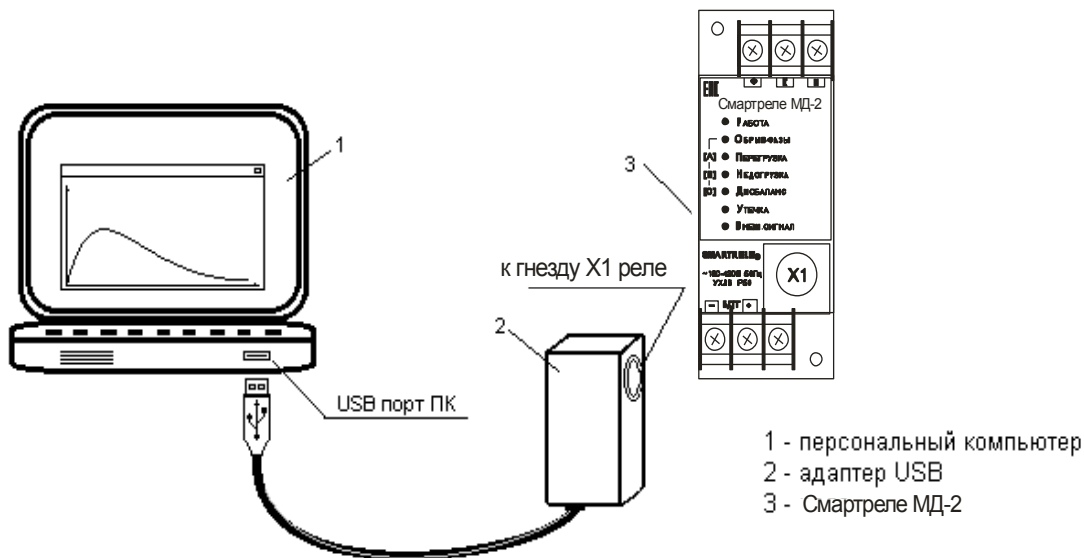
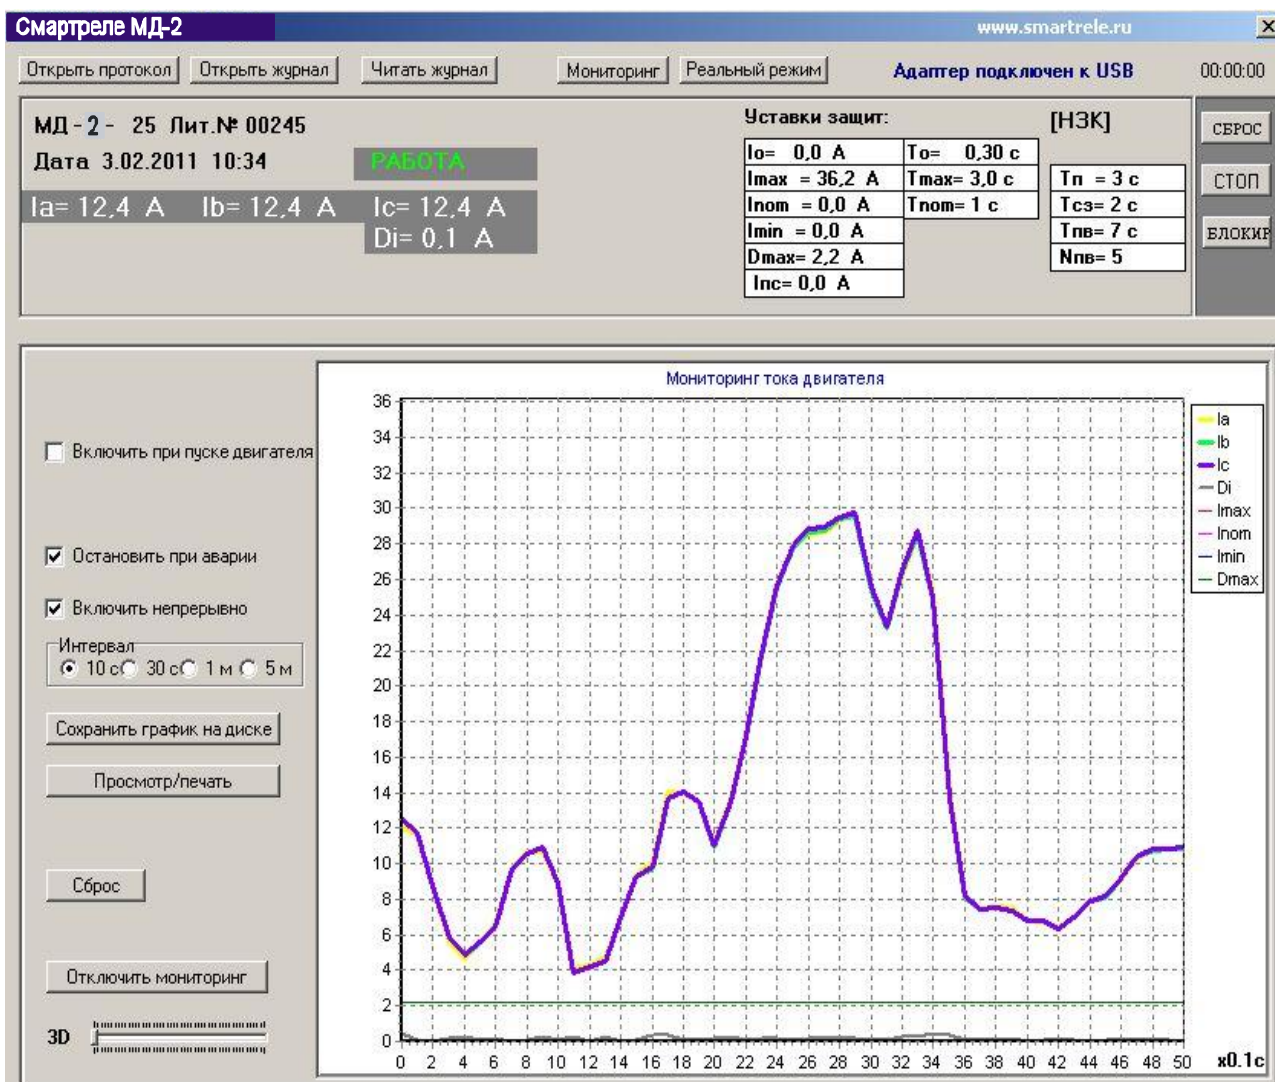
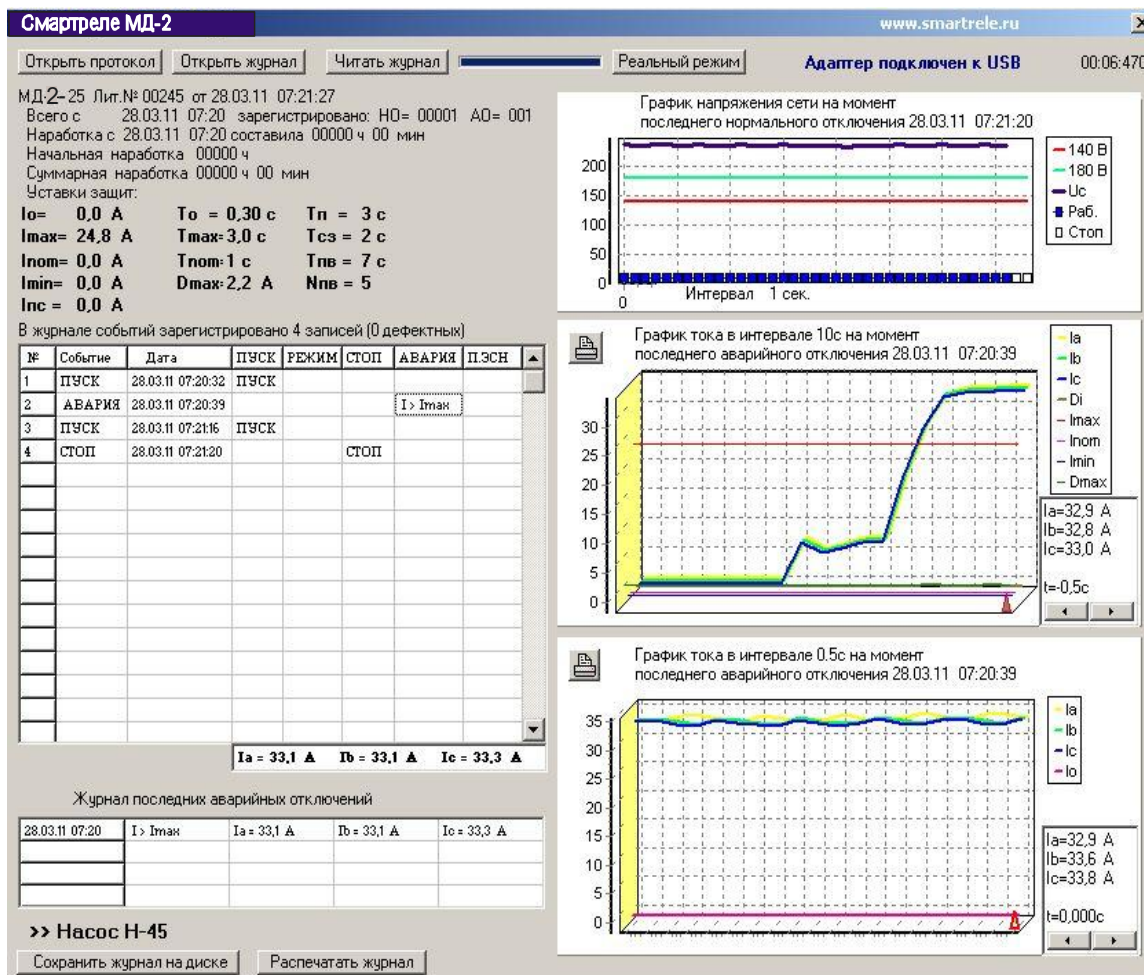

Рисунок 6 – соединение Смартреле МД-2 с ПК при помощи адаптера USB
Рисунок 7 - отображение мониторинга работы двигателя, оснащенного Смартреле МД-2, в реальном времени
Рисунок 8 - отображение журнала событий Смартреле МД-2 на экране ПК
5.24 Подключение реле к ПК через адаптер USB (рис.6) позволяет осуществлять мониторинг работы электроустановки в реальном масштабе времени на экране ПК (рис.7) и просматривать журнал аварийных отключений (рис.8).